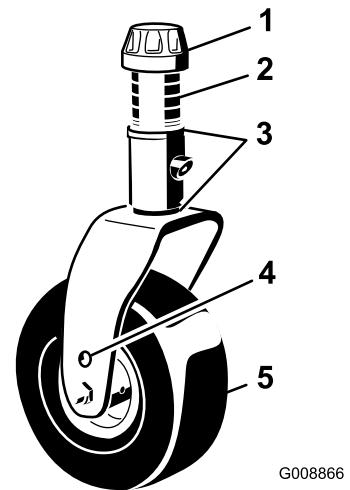

Bild 92
1. Entfernen Sie die Spannkappe von der Laufradspindelwelle und ziehen die Spindel aus dem Laufradarm heraus (Bild 92). Stecken Sie die Beilagscheiben nach Bedarf um, um das Laufrad anzuheben oder abzusenken, bis das Mähwerk die korrekte Neigung erhalten hat.